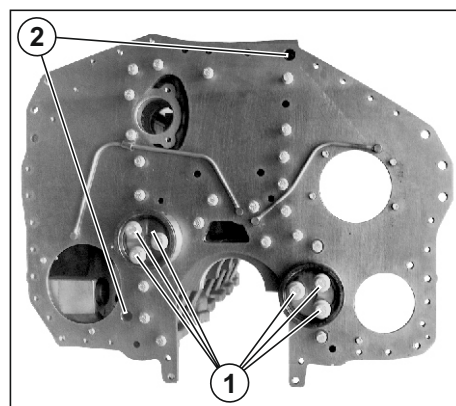

Рис. 31. Снятие осей промежуточных шестерен и листа торцевого.
3. Отвернуть болты (1) (310092) (см. Рис. 31), снять ось шестерни промежуточной вала распределительного (650.1029129) и ось шестерни промежуточной насоса топливного (650.1029128).
3. Снять две направляющие втулки (2) (650.1002598) (см. Рис. 31).